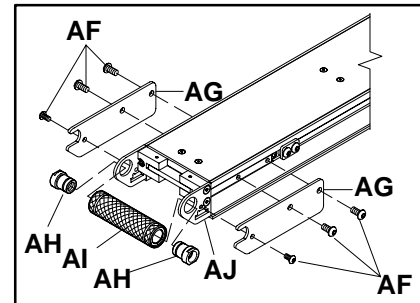

Abbildung 14
Schieben Sie den Fördergurt vom hinteren Ende weg. Verfahren Sie dabei gemäß dem Abschnitt "Vorgehensweise beim Ersetzen des Fördergurtes", der auf Seite 5 beginnt. Entfernen Sie die Schrauben (AF in Abbildung 14) der hinteren Deckplatte und die hinteren Deckplatten (AG) auf beiden Seiten des Gurtförderers.
Montieren Sie die Antriebsrollen gemäß Abbildung 14 wie folgt:
Plazieren Sie die Riemenscheibe (AI in Abbildung 14) zwischen den Platten (AJ) der hinteren Riemenscheibe.
Befestigen Sie die hinteren Deckplatten (AG in Abbildung 14) mit den entsprechenden Schrauben (AF) am Gurtförderer.